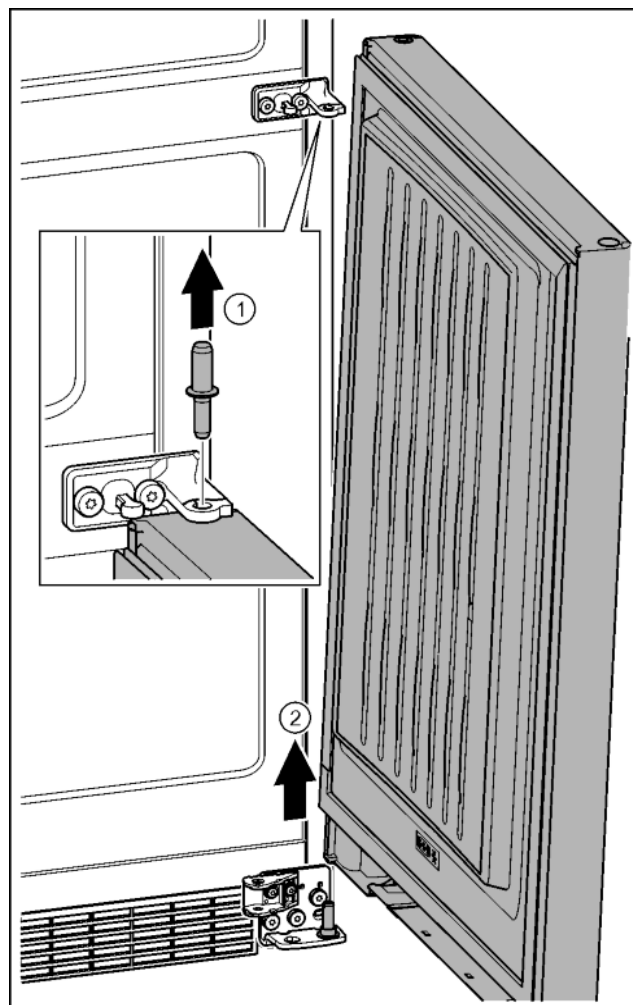

Fig. 23
- ▶ Извлек палецы движением вверх. Fig. 23 (1)
- ▶ Отклонить дверь, приподнять вверх и отставить в сторону. Fig. 23 (2)